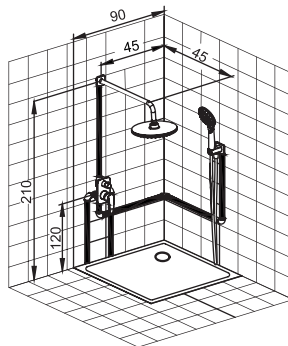

Рис. 1 / 1 сур.
Встраиваемый смеситель с дивертором и двумя выходами предназначен для подключения двух точек водопотребления, например, верхнего душа и душевого шланга (рис. 1).
- В намеченном месте установки душевой системы необходимо подготовить нишу для установки корпуса смесителя, выхода с держателем ручной лейки, кронштейна тропического душа, излива*. Нишу подготавливают путем штробирования стены. Глубину ниши и ее размеры необходимо предусмотреть с учетом размеров элементов душевой системы. При определении глубины ниши необходимо учесть толщину будущей отделки и глубину, на которую могут быть установлены элементы душевой системы от поверхности будущей стены с отделкой. Справочные размеры указаны на рис. 1.